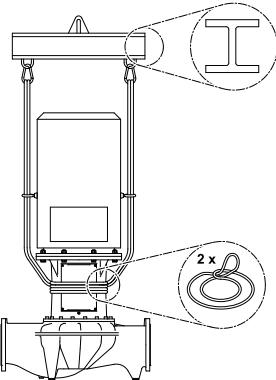

Fig. 32: Aanbrengen van de transportkabels
- Voor het optillen met de kraam moet de pomp zoals in (Fig. 32/33) weergegeven met geschikte riemen worden omwikkeld. De pomp in lussen plaatsen die door het eigen gewicht van de pomp vanzelf worden dichtgetrokken.